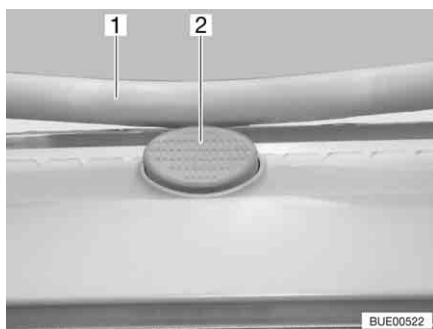

Fig. 104 Bouton de sûreté sur le lanterneau Heki
- Appuyer sur le bouton de sécurité (Fig. 104,2) et tirer l'étrier (Fig. 104,1) vers le bas avec les deux mains.
- Pousser l'étrier vers le haut avec les deux mains jusqu'à ce que ce dernier se trouve au-dessus du bouton de sûreté (Fig. 104,2).